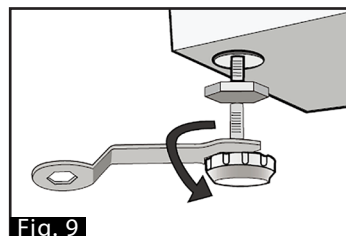

Fig. 9
1. Asegúrese de que las patas estén al ras de la arandela. Utilice una llave para aflojar la tuerca de seguridad, gire la pata hasta que quede al ras con la arandela y apriete (Fig. 9).